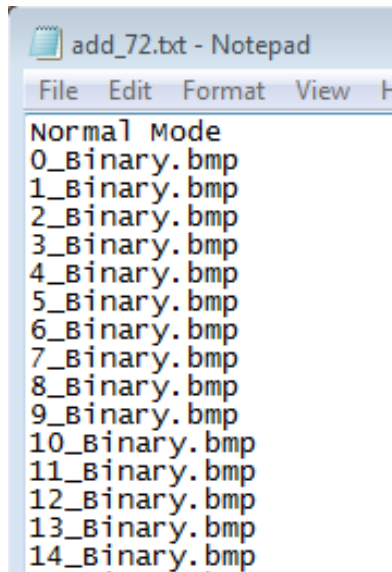
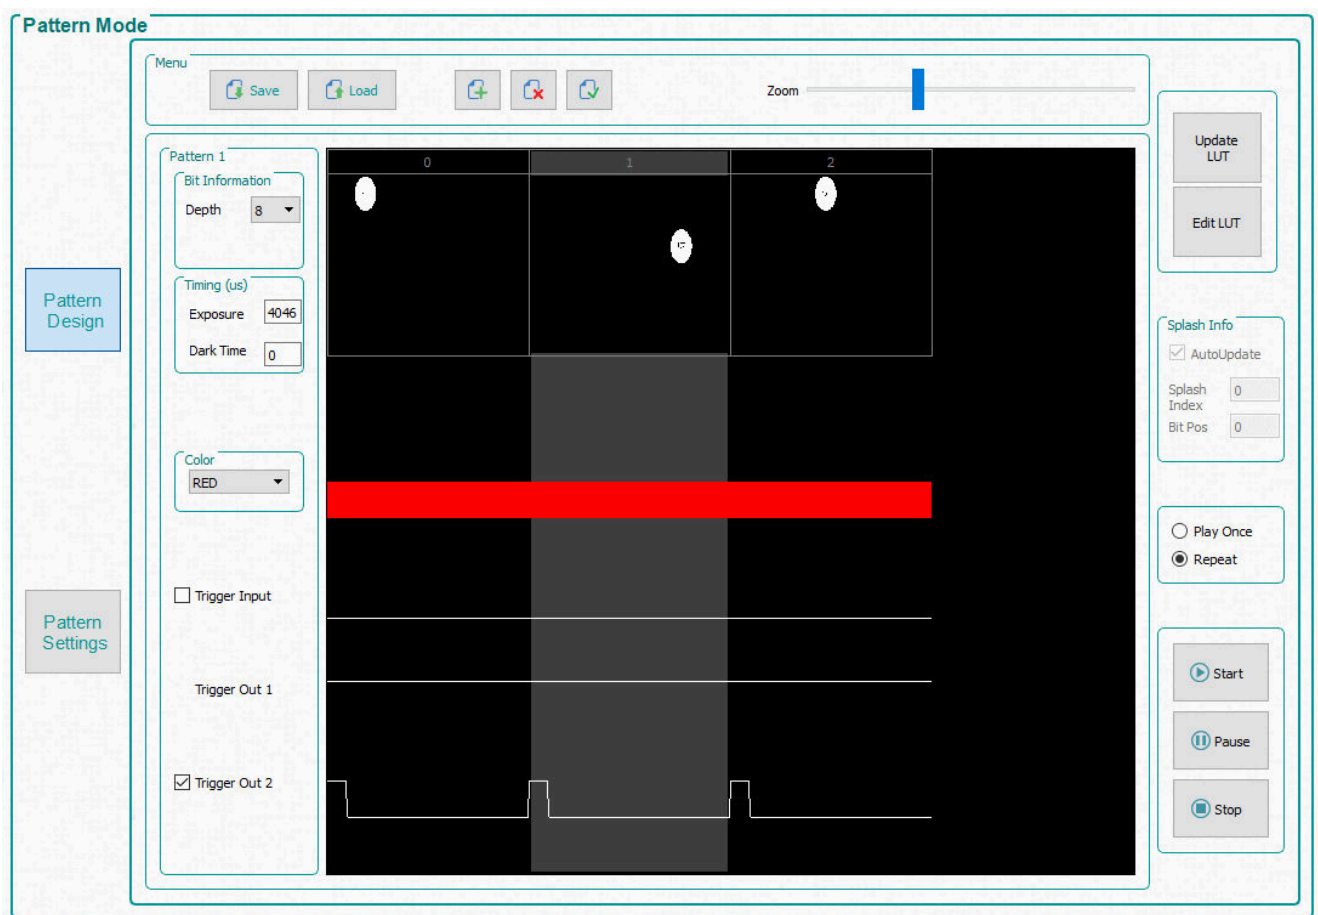

图 3-8. 从列表中添加
图 3-9. 图案序列
3. 点击 **Menu** 栏中的 **Add Pattern** 按钮，然后从图像示例目录中浏览任意三个位图图像。请确保从正在使用的 EVM 的正确图像文件夹中选择图像。可以在打开的文件对话框窗口中同时选择所有的三幅图像。一次选择多个文件时，操作系统可能不会按照选择图像的順序加载图像。要按照预定义的顺序添加图像，请使用 **Load** 按钮。此选项从包含按所需顺序的每个位图的文件名的文本文件中加载图像。或者，您可以使用 **Add Pattern** 按钮一次添加一个图像，确保按顺序加载图像。图 3-8 展示了从文件中加载图像的示例。位图图像必须与文本文件位于同一目录中。添加图像后，请参阅 图 3-9。